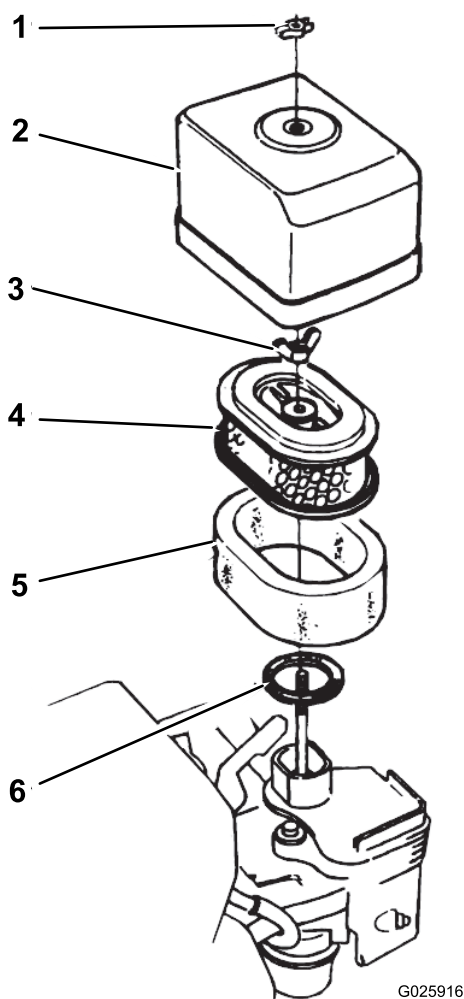

図 30
2. エアクリーナカバーをエアクリーナ本体に固定している蝶ナットを取り、カバーを外す **図 30**。
5. エアクリーナにエアクリーナのカバーを取り付ける蝶ナットを使用 図 30。
1. エアクリーナカバーをエアクリーナ本体に固定している蝶ナットを取り、カバーを外す 図 30。
2. エアフィルタの蝶ナットを取り、フィルタを外す 図 30。
3. ペーパーフィルタからスポンジエレメントを外す 図 30。
1. ペーパー要素にスポンジ要素を取り付ける 図 30。
2. ガasketが磨耗や破損していないか点検する 図 30。
3. ガasketをキャブレターの吸気口に正しく取り付ける 図 30。
4. エアフィルタの要素をキャブレターに蝶ナットで取り付ける 図 30。
5. もう一つの蝶ナットで、エアクリーナカバーをキャブレターに取り付ける 図 30。